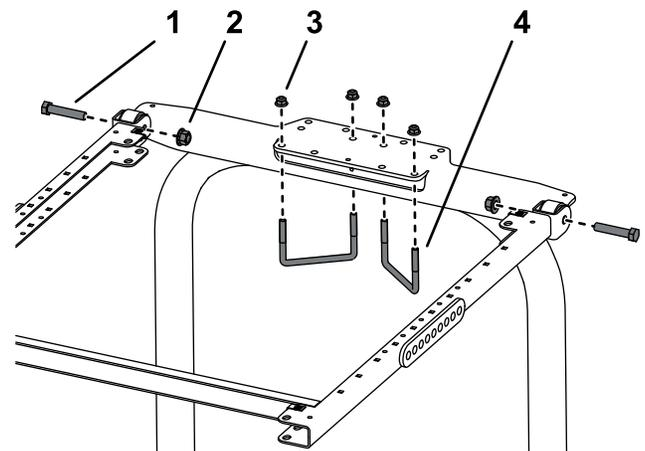

図 16
7. ROPS 取り付けブラケットにフレームアセンブリを取り付ける図 16。
8. 図 16 に示されている取り付け穴を利用して、ROPS 取り付けブラケットを ROPS 上部に取り付けるUボルト $4\frac{7}{8} \times 2\frac{3}{4}$ " 2本とフランジナット 4個を使用する。